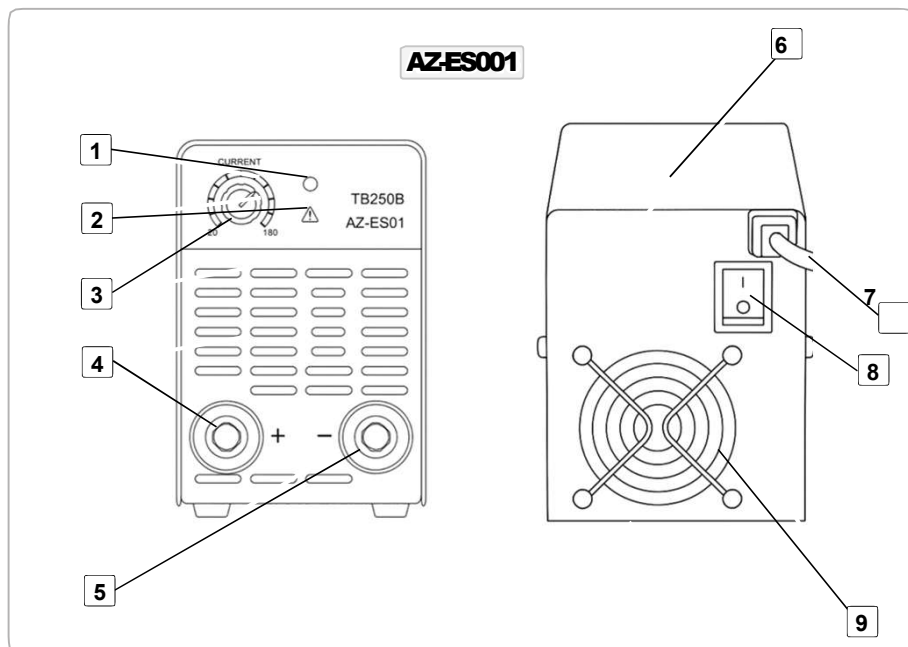

Fig.1
- În spatele mașinii există un șurub pentru legare la pământ, care este marcat corespunzător. Partea exterioră trebuie conectată corect printr-un cablu cu secțiune de 10 mm². Fig.1(1)